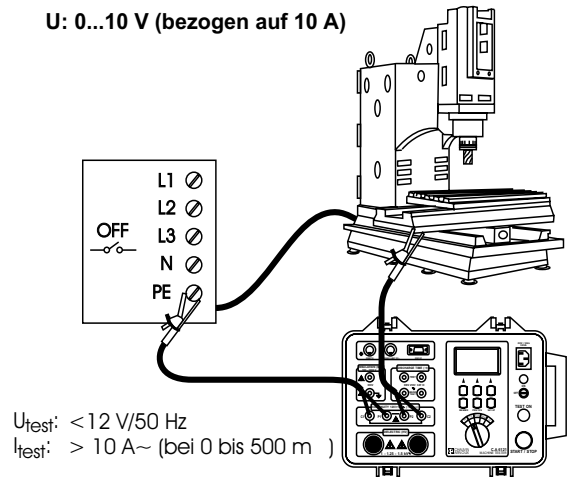

Abb. 11 - Anschluß der Prüfkabel
3. Prüfkabel an den Tester und an den Prüfling wie in der folgenden Abb. gezeigt anschließen (Abb. 11).